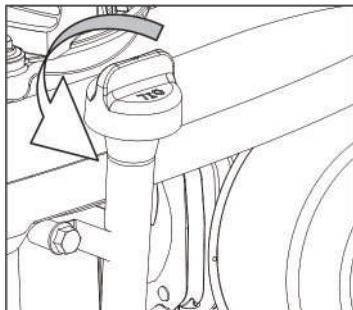

Рис. 14
3. Выкрутите крышку масляного картера (Рис. 14).